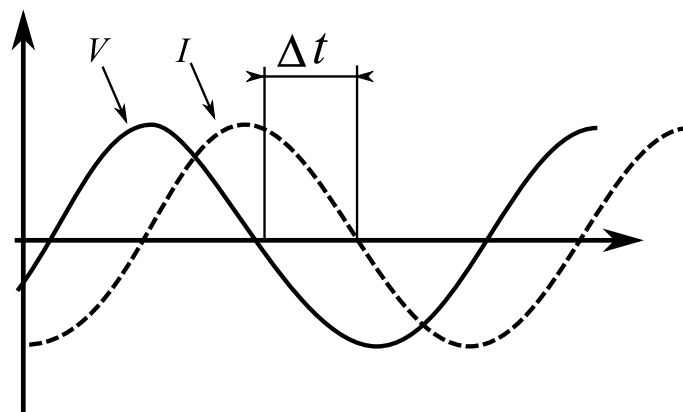

Figura 4.1: Desfase entre dos ondas de misma frecuencia. La onda de corriente está en atraso con respecto a la onda de tensión.
- Medir la diferencia de tiempo entre las dos formas de onda. Por ejemplo, puede fijarse en el cruce del eje de tiempo y medir esta diferencia tal como se muestra en la figura 4.1.